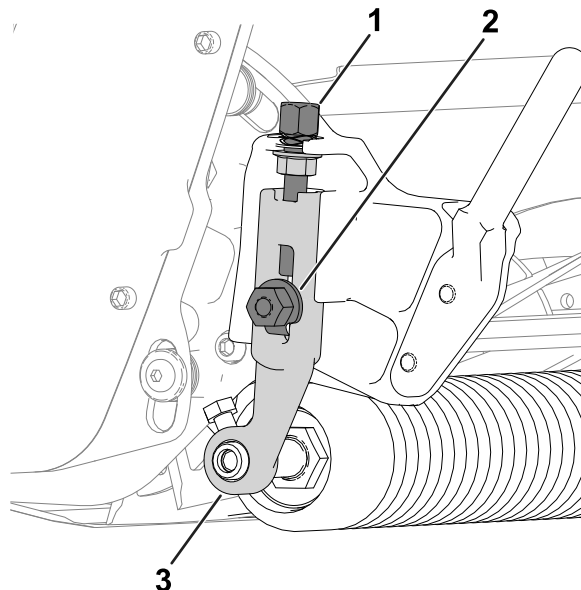

Рисунок 12
1. Ослабьте контргайки, которые крепят рычаги регулировки высоты скашивания к боковым пластинам режущего блока (Рисунок 12).